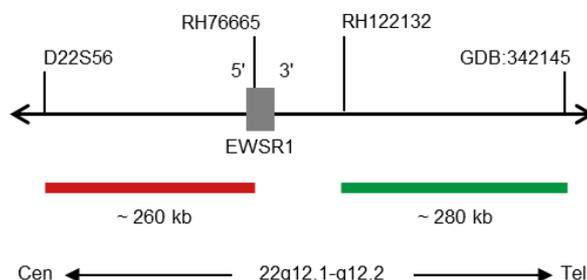

Abb. 1: SPEC EWSR1 Sondenlokalisierung (nicht maßstabsgetreu)
- Digoxigenin-markierten Polynukleotiden ($\sim 0,50$ ng/ μ l), die gegen Sequenzen in 22q12.2* (chr22:29,779,841-30,057,928) gerichtet sind, welche distal zur EWSR1-Bruchpunktregion lokalisiert sind (siehe Abb. 1).
- Dinitrophenyl-markierten Polynukleotiden ($\sim 0,75$ ng/ μ l), die gegen Sequenzen in 22q12.1-22q12.2* (chr22:29,413,831-29,673,440) gerichtet sind, welche proximal zur EWSR1-Bruchpunktregion lokalisiert sind (siehe Abb. 1).